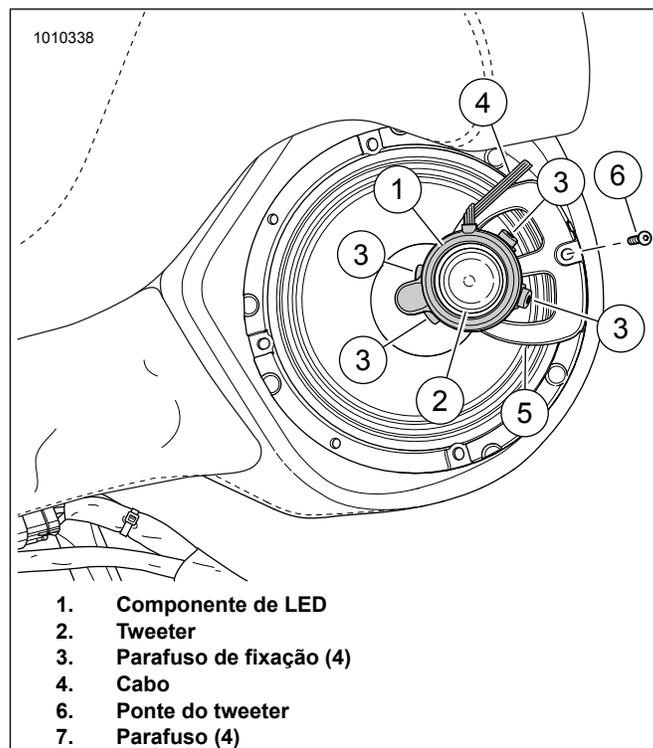

Figura 15. Alto-falante, tweeter, ponte do tweeter e luz LED
Veja a figura 15. Coloque o componente de LED (1) no tweeter (2) conforme mostrado. Aperte levemente o componente de LED no local.